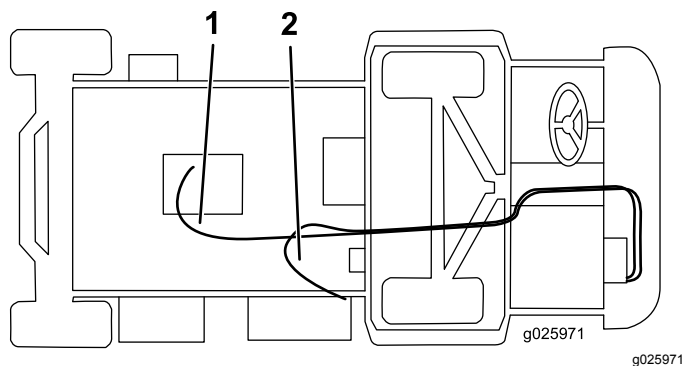

Рисунок 11
6. Подсоедините длинный шланг к клапану обогревателя с помощью шлангового хомута и проложите его под машиной, над осью и к прямому штуцеру (Рисунок 11).
7. Подсоедините короткий шланг к белому заливному тройнику с помощью шлангового хомута, проложите его через R-образный хомут на кронштейне обогревателя и подсоедините его к тройнику в нижнем шланге радиатора с помощью шлангового хомута (Рисунок 11).